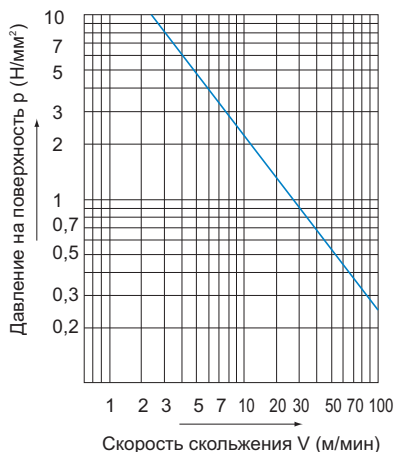

Рис.1 Значение рV
В подшипнике скольжения, величину рV, являющуюся производным давления на контактную поверхность (р) и скорости скольжения (V), применяют для определения того, возможно ли использование данной модели. Используйте соответствующее значение рV, указанное на Рис.1, как ориентир при выборе шлицевой гайки. Значение рV также изменяется в зависимости от условий смазывания.